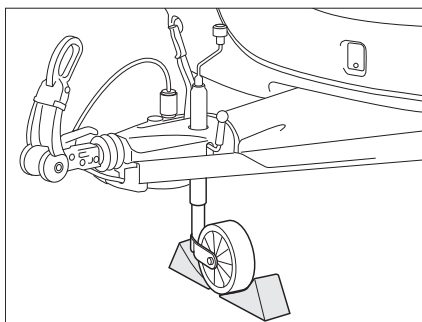

Fig. 182 Retener la rueda de soporte
- Colocar la rueda de soporte en posición transversal con respecto a la dirección de marcha y retenerla con dispositivos adecuados (Fig. 182).